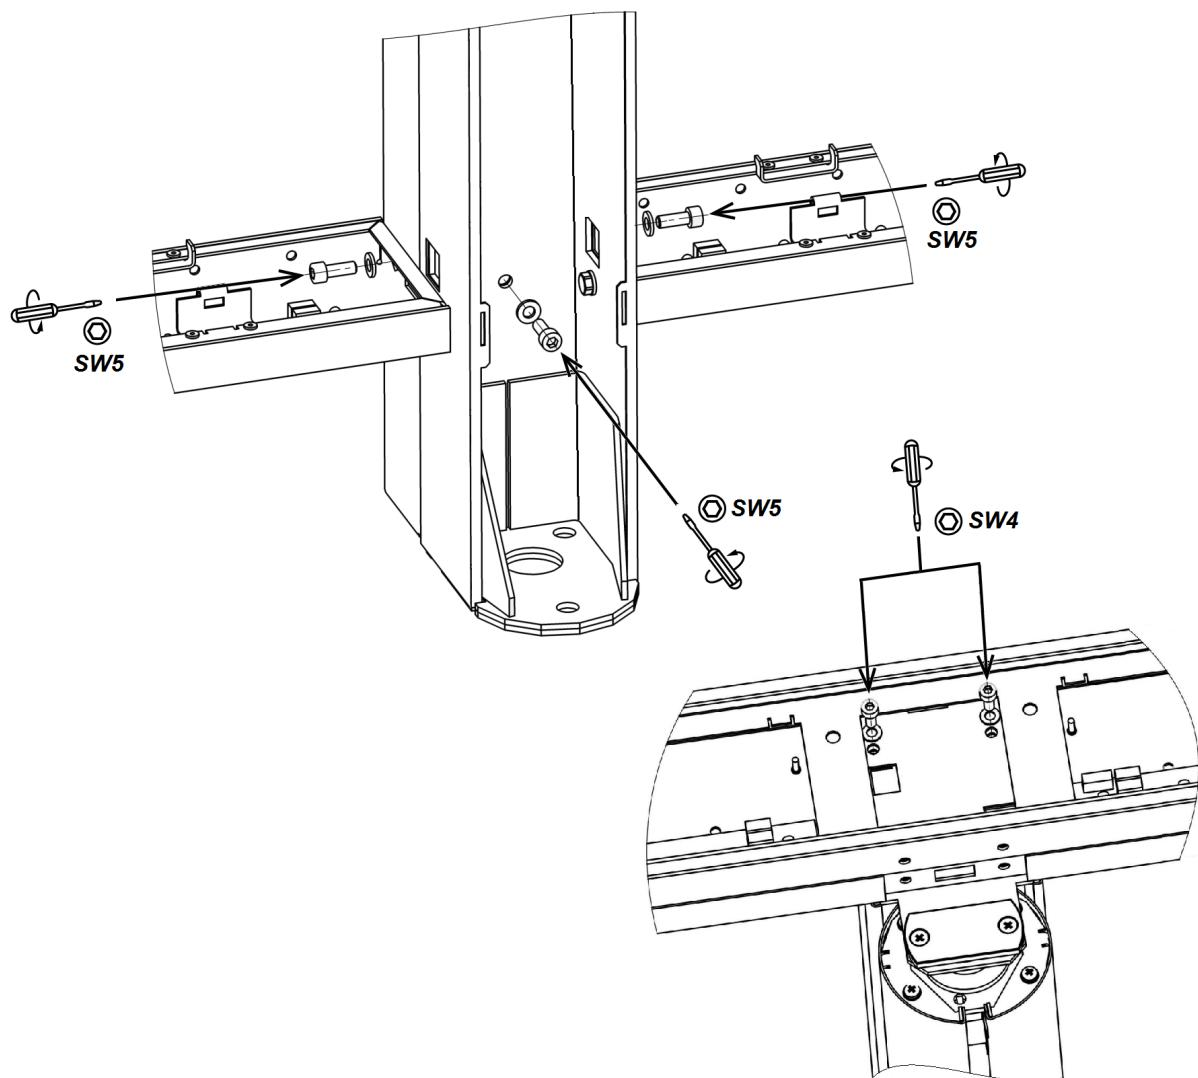

Рисунок 30. Демонтаж задней панели центральной стойки
1. Снимите верхнюю крышку секции (10) (см. разд. 8.9.6) и две защитные пластины.
2. Снимите блок индикации на центральной стойке (3) (см. разд. 8.9.5).
3. Снимите кожух створки (4) (см. разд. 8.9.4).
4. Снимите кожух центральной стойки (5) (см. разд. 8.9.1).
5. Снимите обе крышки нижнего короба (14) (см. разд. 8.9.7).
6. Для секции **PERCo-ST-01**: Снимите заднюю панель центральной стойки (6). Для этого открутите 2 винта M6×16 (под шестигранный ключ SW5) в нижних коробах, один винт M6×16 (под шестигранный ключ SW5) в нижней части центральной стойки и два винта M5×12 (под шестигранный ключ SW4) в верхнем коробе (см. рис. 30).